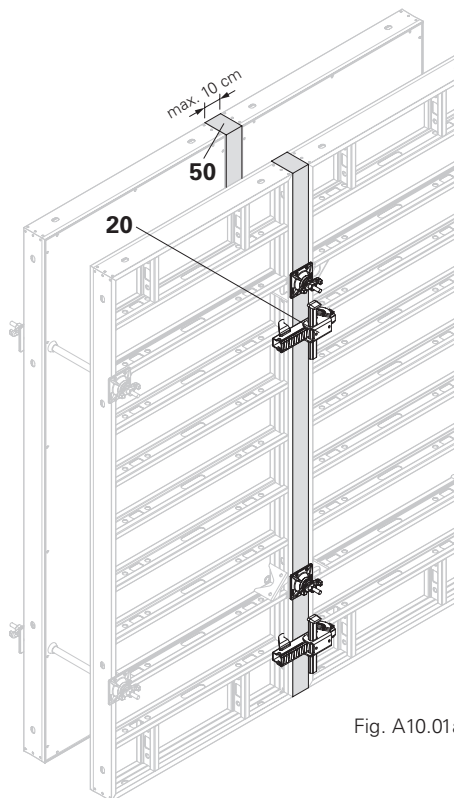

Fig. A10.01a
- Travetto ≤ 10 cm con morsa DRS (20) (Fig. A10.01a)